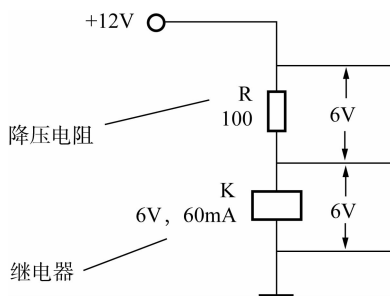

图 1-1-4 继电器电路
(1)在图 1-1-4 所示的继电器电路中,R 为“降压电阻”。电压降 U 的大小与电阻值 R 和电流 I 的乘积成正比,即 $U=IR$ 。利用电阻器 R 的降压作用,可以使较高的电源电压适应元器件对工作电压的要求。例如,图 1-1-4 所示的电路中,继电器的工作电压为 6V,工作电流为 60mA,而电源电压为 12V,必须串联一个 100Ω 的降压电阻 R 后,方可正常工作。